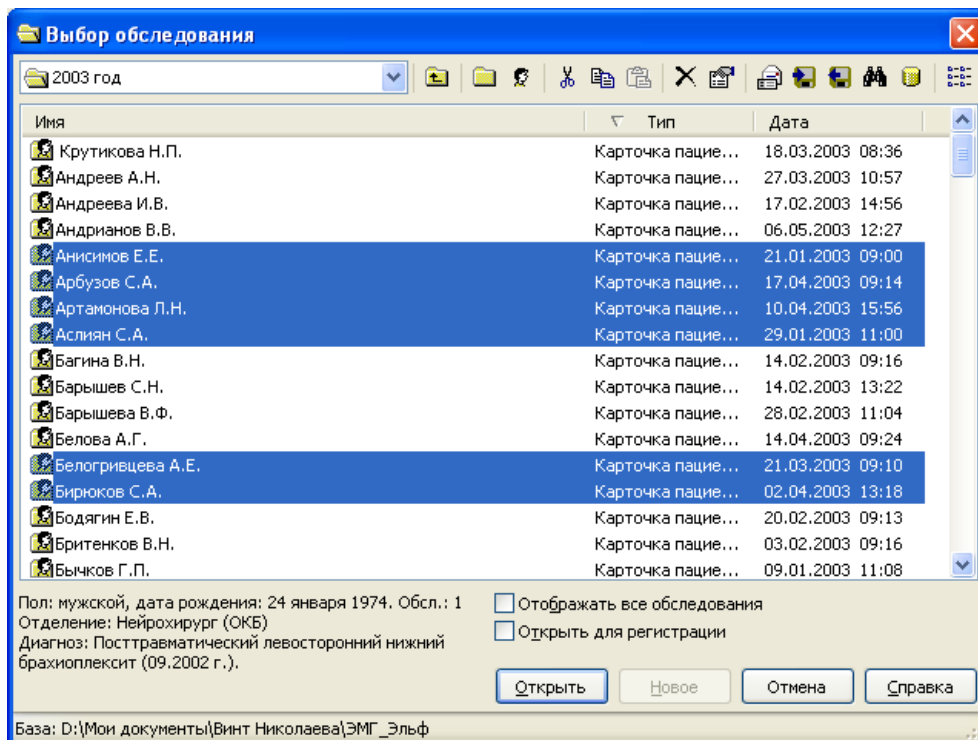

Рис. 44
- В окне «Выбор обследования» выделите с помощью мыши необходимые для копирования картотеки или карточки пациентов. Для выделения сразу нескольких строк используйте щелчки левой кнопкой мыши совместно с нажатой клавишей **[Ctrl]** или **[Shift]** (рис. 44).
- В окне «Выбор обследования» выделите с помощью мыши необходимые для архивирования картотеки, обследования или карточки пациентов (рис. 44).
- В окне «Выбор обследования» (рис. 44) перейдите в ту картотеку, в которую необходимо восстановить данные.
- В окне «Выбор обследования» выделите с помощью мыши необходимые для отправки картотеки, обследования или карточки пациентов (рис. 44).
5. **Работа с базами данных.** При необходимости в программе можно создать несколько баз данных, расположенных на локальных дисках компьютера или в локальной сети, однако одновременно можно работать только с одной (активной) базой. Для работы с базами данных выберите команду меню **Обследование|Базы данных** или нажмите кнопку  в диалоговом окне «Выбор обследования» (рис. 44). На экране появится диалог «Базы данных» (рис. 48).
Базы данных могут быть скопированы в архив, читаемый непосредственно с диска. Для получения такого архива необходимо просто скопировать (например, с помощью «Проводника Windows») папку со всеми файлами базы данных на диск, предназначенный для архивирования. Название папки (каталога) с базой данных отображается в нижней строке диалога «Выбор обследования» (рис. 44).